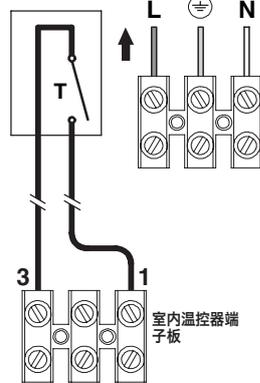

图 4.12
- 将单极开关的电源线与锅炉电源端子板相连（图 4.12），并将火线（棕色线）和中线（蓝色线）与对应的端子相连。
使用锅炉的室内温控器端子板（图 4.12）连接室内温控器或区域阀。如 图 4.12 所示，室内温控器电子的导线或区域阀微触点必须插入室内温控器端子板“1 和 3”端子内。必须拆除“1 和 3”端子之间的电气跳线。